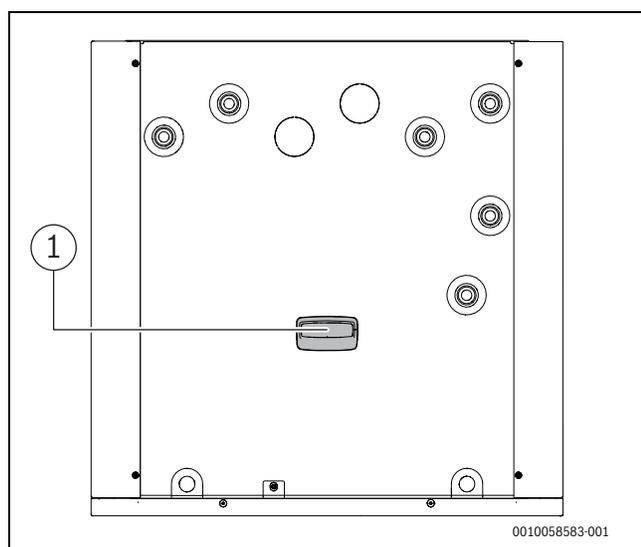

Fig. 14 Placement module radio
- ▶ Placer le module dans le support (→ [1], figure 14). Une LED clignote s'il est correctement inséré.